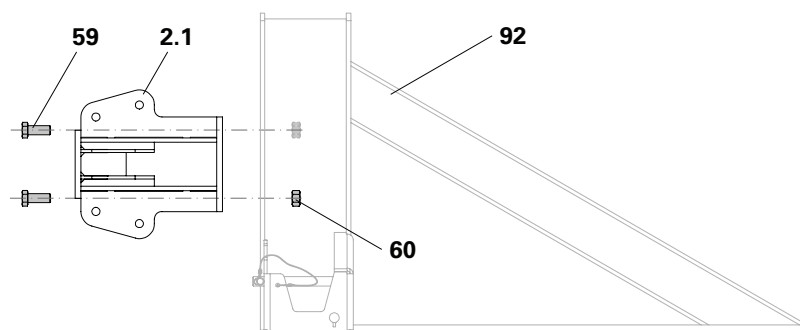

Fig. D2.06
1. Avvitare l'albero di testa (**2.1**) con 2x viti ISO 4017 M24 x 60 (**59**) e dadi ISO 4032 M24-8 (**60**) in modo incrociato sulla mensola di travi di orditura primarie Alpha (**92**). (Fig. D2.06 + D2.06c)